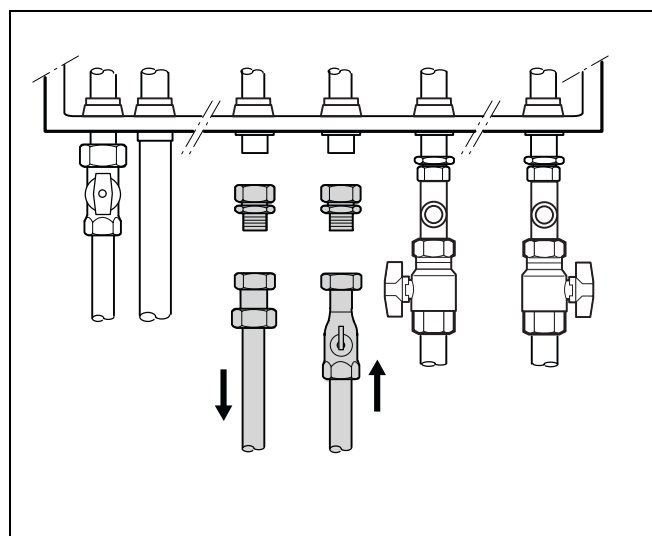

Fig. 6 Racordul de apă caldă
- Conductele se montează cu îmbinări filetate cu manșon. Țevile se racordează netensionate (fig. 6).